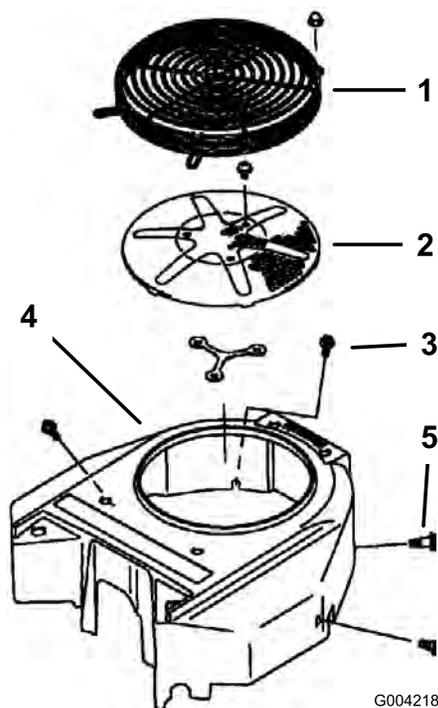

Figura 58
3. Retire la rejilla de entrada de aire y la carcasa del ventilador (Figura 58).
5. Instale la rejilla de entrada de aire, el arrancador de retroceso y la carcasa del ventilador (Figura 58).